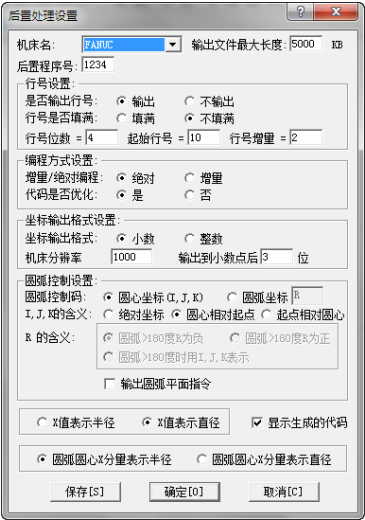

图 4-77 “后置处理设置”对话框
- 2) 选择下拉菜单“数控车”→“后置设置”命令，或直接单击“数控车工具”工具栏中的“后置设置”按钮，系统弹出“后置处理设置”对话框，设置参数如图 4-77 所示。